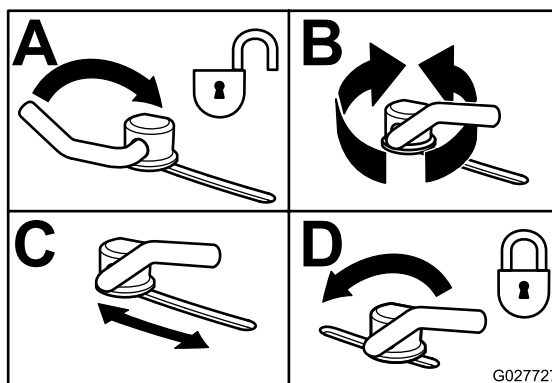

Figura 31
- Per regolare i blocchi delle camme alzate la leva e allentate i blocchi (Figura 31).
- Spostate la leva sopra per serrare il deflettore e i blocchi delle camme (Figura 31).